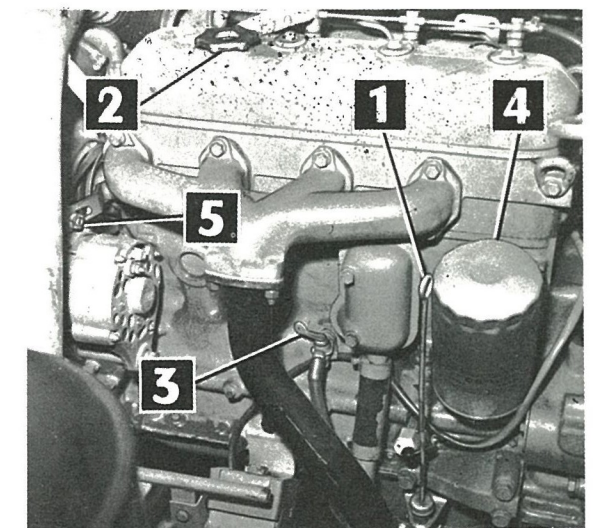

FIG. 3
- contrôler le niveau d'huile du carter bassin d'huile moteur (1 - Fig. 3)